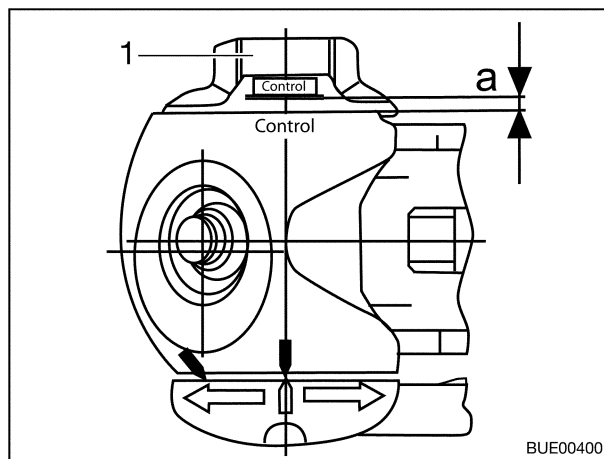

Fig. 91 Controllo usura
- Girare completamente la manovella (Fig. 91,1) finché non si sente la limitazione delle coppie grattare in modo percepibile. Direzione di rotazione: in senso orario.
- Distanza $a > 0$ (Fig. 91):